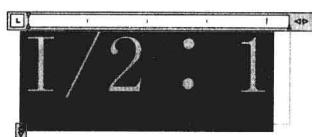

图 5-2-21
(1) 单击“常用”选项卡，在“注释”面板中单击“多行文字”按钮 A，单击两点确定文本输入框的尺寸。在文本输入框中输入 “I/2:1”，并选择文字，使其反黑显示，如图 5-2-21 所示。